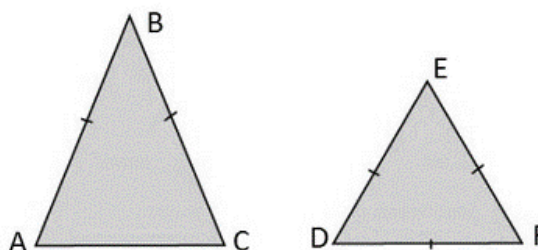

Рис.2 Треугольники.
3. Какой из треугольников, представленных на Рис.2 являются равносторонними?
4. Какой из треугольников, представленных на рис.2 являются равнобедренными?